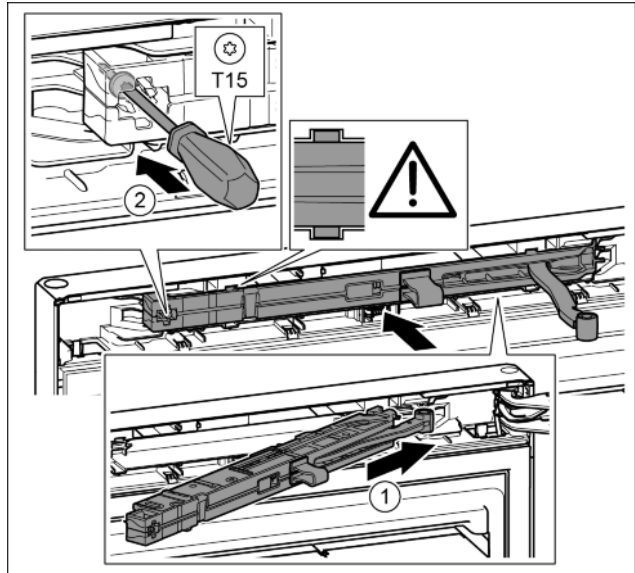

Fig. 24
- ▶ Jednotku tlmiča uzatvárania zasuňte na strane ložiskovej konzoly až na doraz šikmo do vybrania. Fig. 24 (1)
- ▶ Skrutkovačom T15 pevne zaskrutkujte skrutku. Fig. 24 (2)